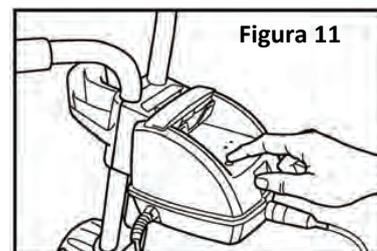

Figura 11
- Para detener el limpiafondos durante el programa, pulse la tecla . **Figura 11.**